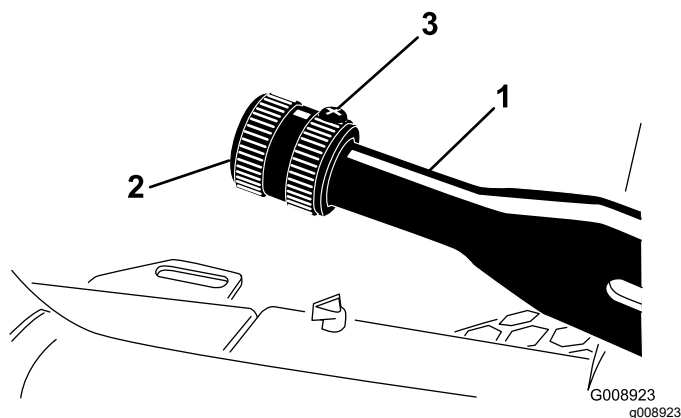

Figura 70
1. Desaperte o parafuso de afinação que fixa o manípulo à alavanca do travão de estacionamento (Figura 70).